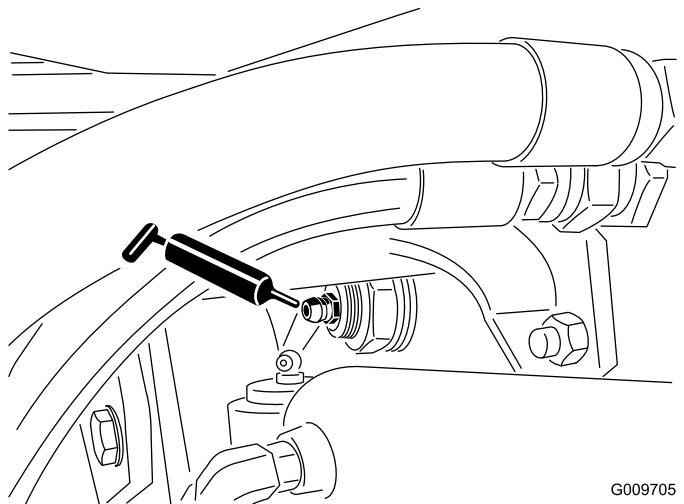

Bild 65
- Hinterachse-Drehbüchsen (2) (Bild 65)